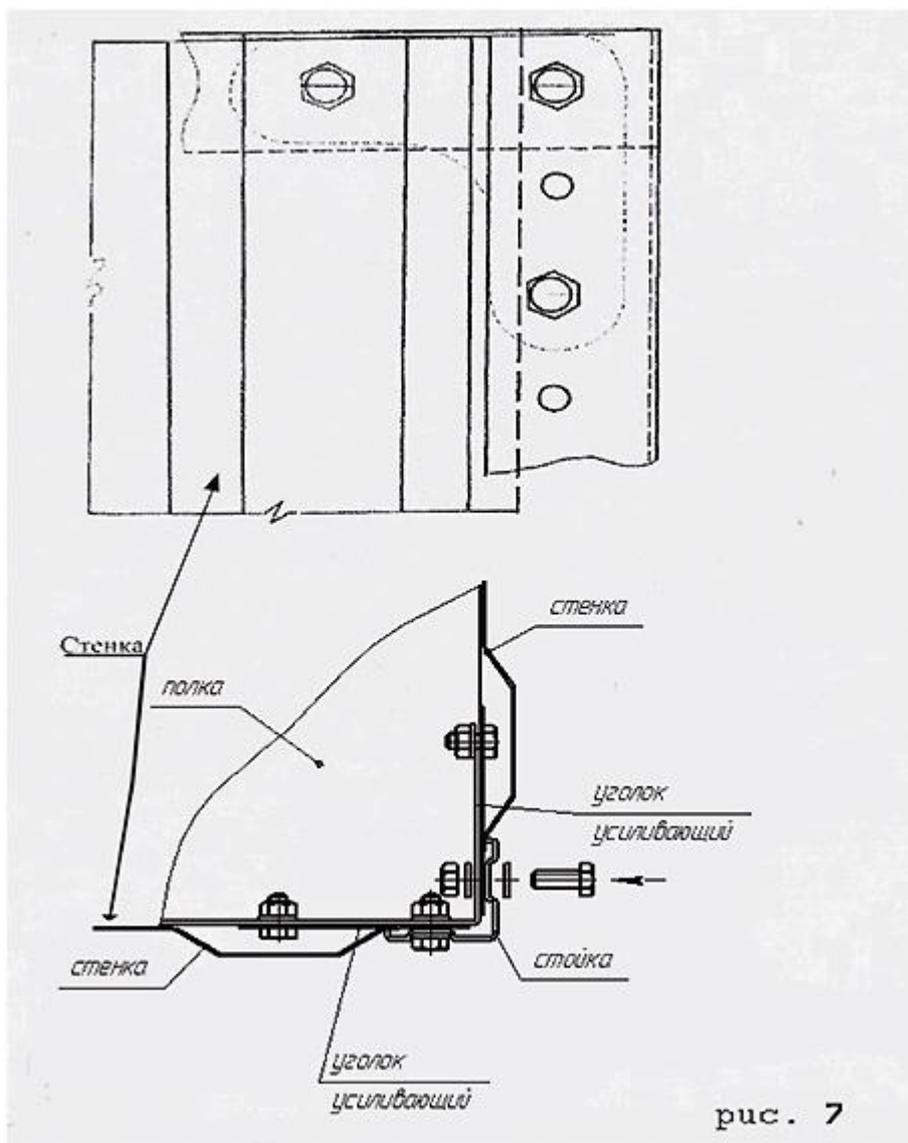

рис. 7
9. В случае комплектования стеллажа задней и боковыми стенками собранные предварительно стенки (рис.6) устанавливаются в зазоры между стойками и уголками усиления при ослабленных болтовых соединениях на них (рис.7). После установки стенок болтовые соединения затягиваются.